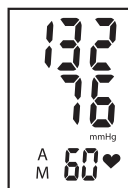

Рис.5
4. Просмотреть содержимое памяти прибора Вы можете, нажав кнопку М. При первом нажатии кнопки М на экране появится среднее значение трех последних показаний хранящихся в памяти прибора с индексом «А» (рис. 5). При повторном нажатии кнопки М